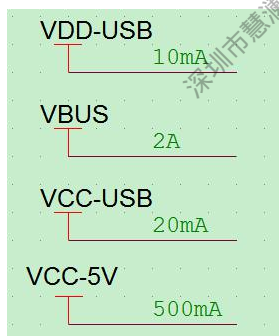

图 2-35 USB 工作电压电流标注
- 需在原理图中标注清楚 USB 电源的工作电压和最大工作电流，以便 PCB layout 设计，如图 2-35 所示：